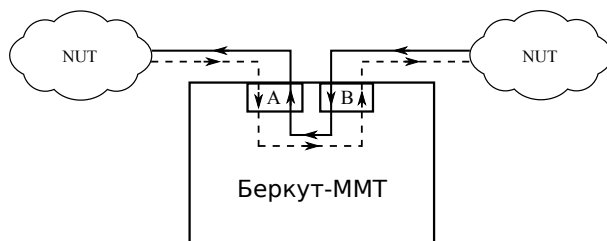
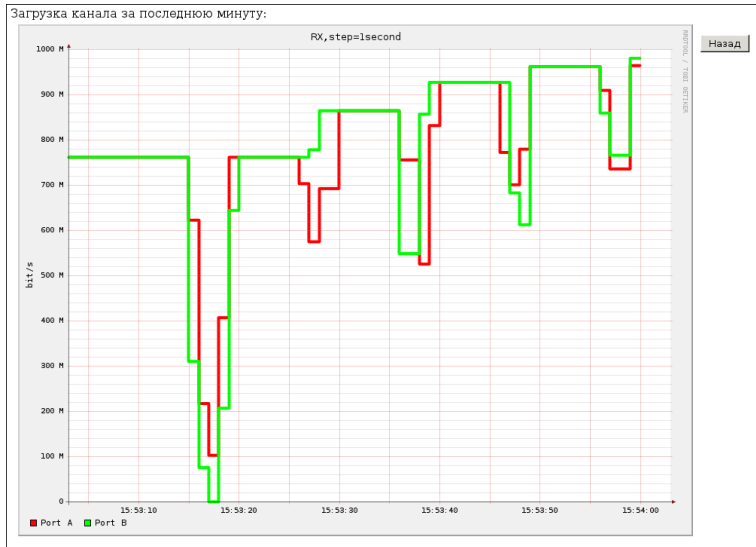

Рис. 17.1. Подключение в режиме «Транзит»
Рис. 17.2. График загрузки канала
1. Подключить прибор к тестируемой сети (см. рис. 17.1).
После выполнения вышеперечисленных действий трафик, входящий на порт А(В) без изменений перенаправляется на порт В(А) (см. рис. 17.1). При этом выполняется сбор информации о нагрузке на приёмной части портов (см. рис. 17.2). Результаты доступны через WWW-интерфейс¹.